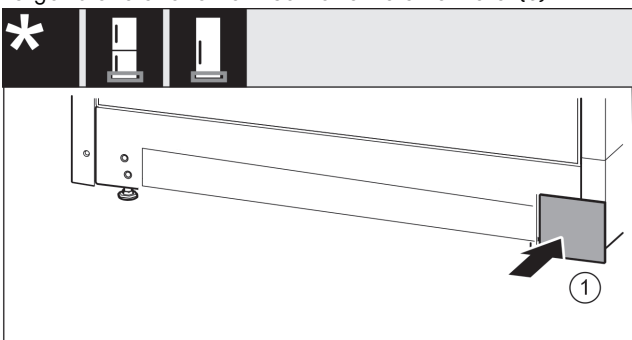

Fig. 37
- ▶ Remettre en place le cache de l'autre côté. Fig. 37 (1)